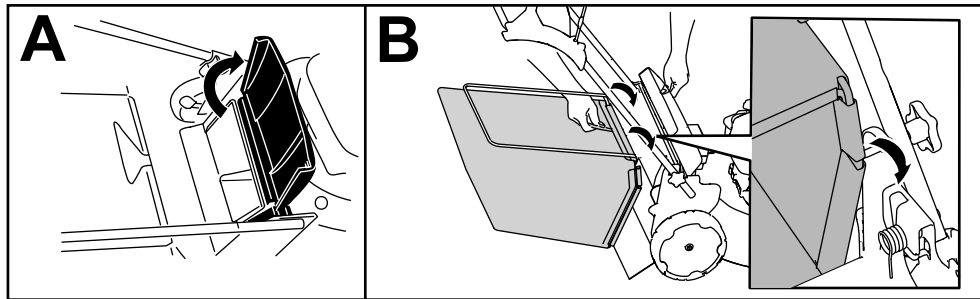

Figura 12
1. Levante y sujete el deflector trasero (Figura 12, A).
2. Instale la bolsa de recogida, asegurándose de que los pasadores de la bolsa descansan en las muescas del manillar (Figura 12, B).